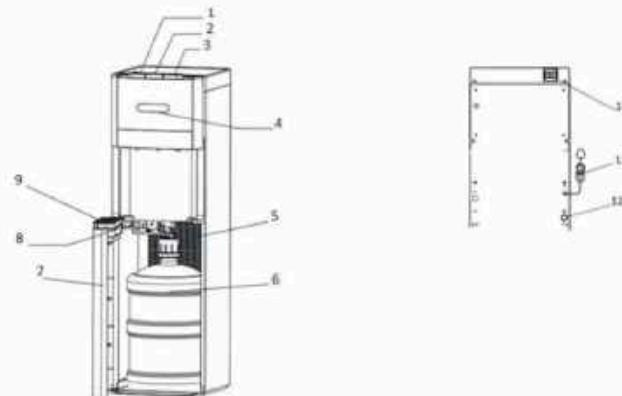

Рис.1 Наименование компонентов диспенсера
**Куллер для воды оснащен регулируемой системой быстрого подключения.** Для правильной работы убедитесь, что разъем герметичен (Fig. 1).